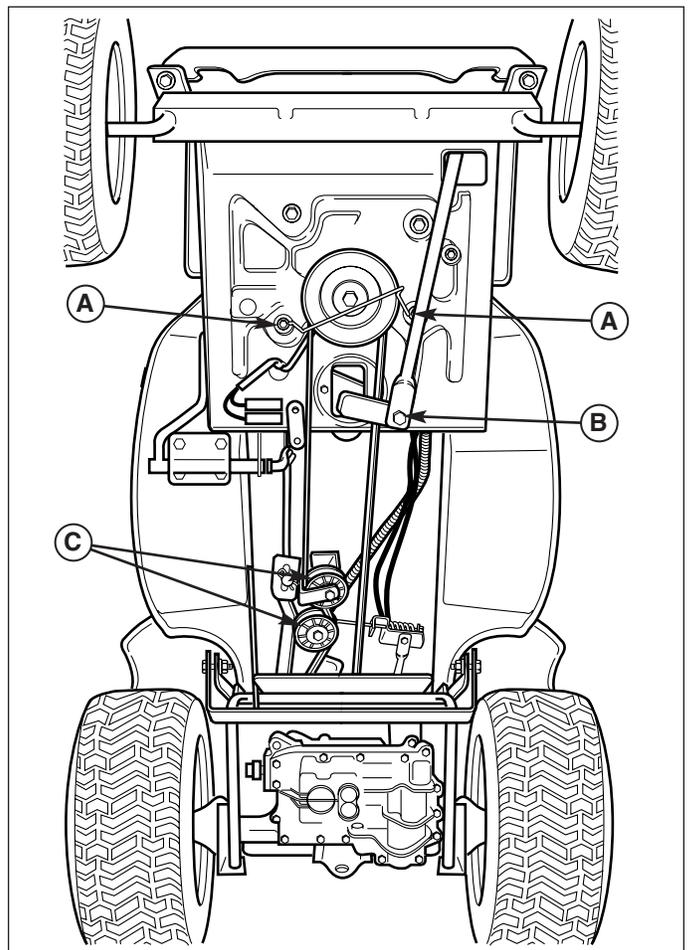

Figure 32. Remplacement de la courroie de transmission
3. Placer la tondeuse en position de coupe haute. Orienter les lames de la tondeuse de façon à ce qu'elles pointent sur les côtés (Figure 32).
3. Retirer les écrous de fixation du guide de courroie de la poulie de moteur (A, Figure 32).
4. Retirer la boulonnerie de la barre de rappel arrière (B, Figure 32). Lors du remontage, appliquer un composé pour verrouillage de filet sur l'écrou avant de le serrer.
6. Noter l'emplacement du guide de la courroie de galet tendeur. Desserrer la boulonnerie de fixation des galets tendeurs (C, Figure 32).
7. Avec précaution, faire passer la courroie par-dessus la poulie de la transmission et la dégager des galets tendeurs (C, Figure 32).